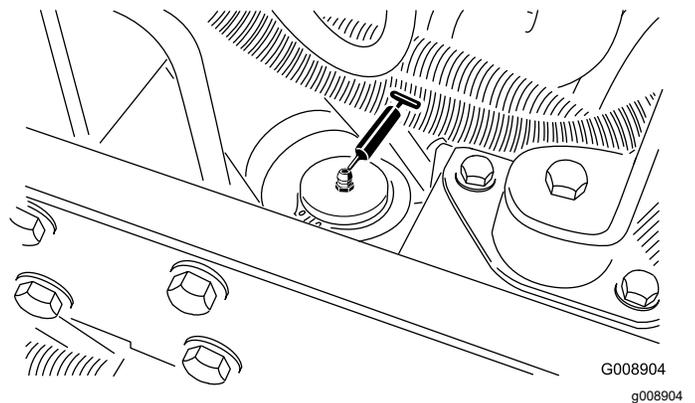

Figura 43
- Cilindro da direção (Figura 43).